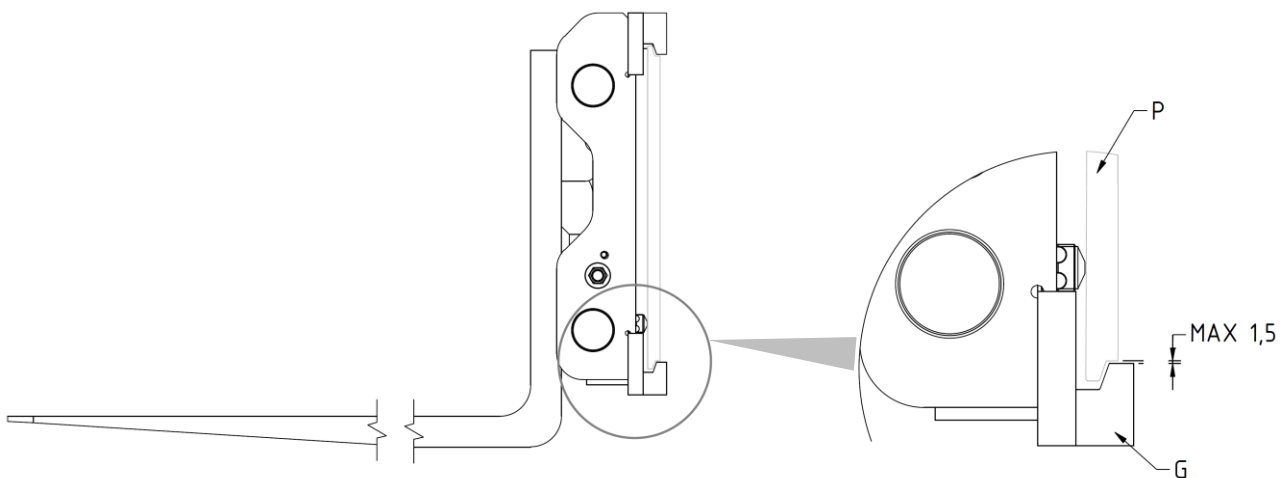

Figure 4
8. Revisser les 2 crochets inférieurs **G** de manière à ce que le corps de ces derniers reste accroché aussi en bas du tablier porte-fourches **P** (avec un jeu max. de 1,5 mm, voir détail *Figure 4*), en serrant avec le couple de serrage indiqué dans le *Tableau 3*.